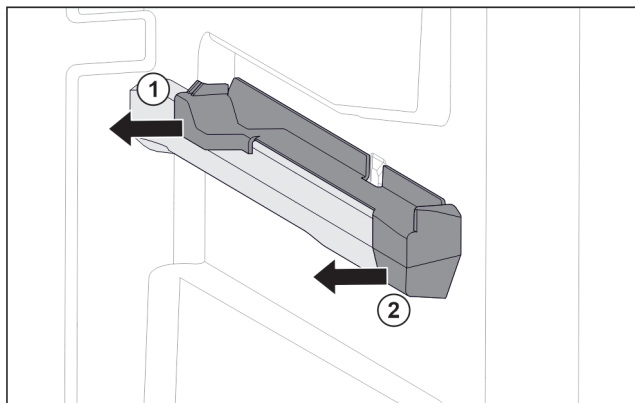

Fig. 117 Elemento inseribile sulla nervatura destra del contenitore
- Estrarre l'elemento inseribile dal lato posteriore di lato. Fig. 117 (1)
- Estrarre l'elemento inseribile dal lato anteriore di lato. Fig. 117 (2)